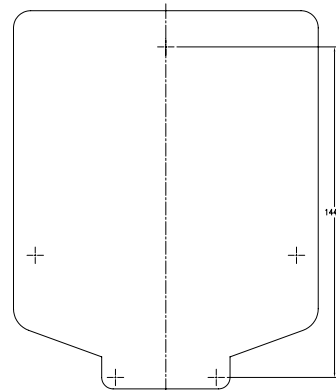

Abbildung 1: Verwenden der (mitgelieferten) Montagevorlage
- Verwenden Sie die Montagevorlage (im Lieferumfang enthalten), um die Position der Montageschraube an der Wand zu markieren. *Siehe Abbildung 1.*